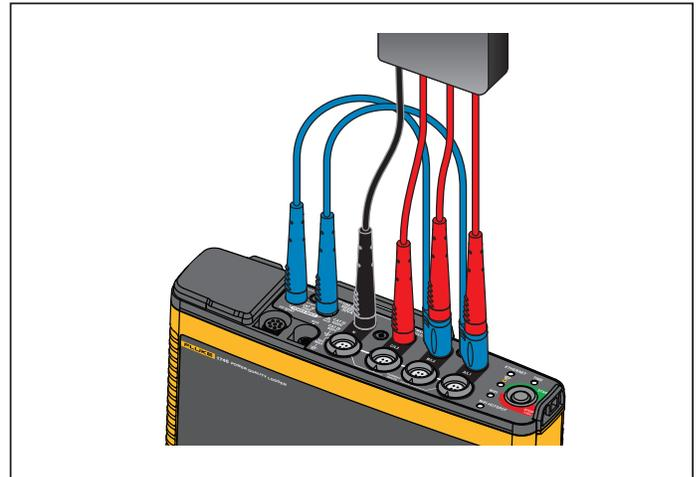

Figure 8. Mesure sans tension neutre ni alimentation de l'instrument
- Raccordez B/L2 à la deuxième entrée de l'alimentation. Voir la Figure 8.